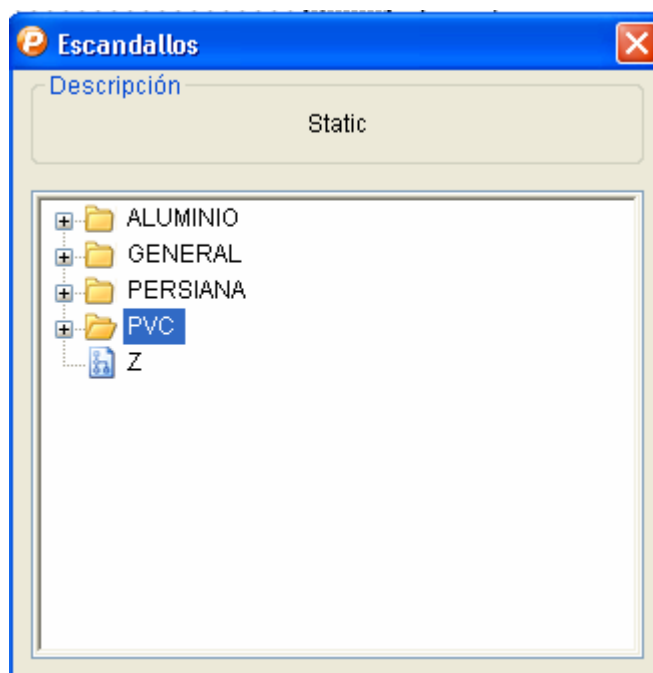

Figura 4. Pantalla de escandallos
5. En la ventana *Escandallos* que aparece (Figura 4) hacer doble clic sobre el escandallo que hemos programado para mallorquinas